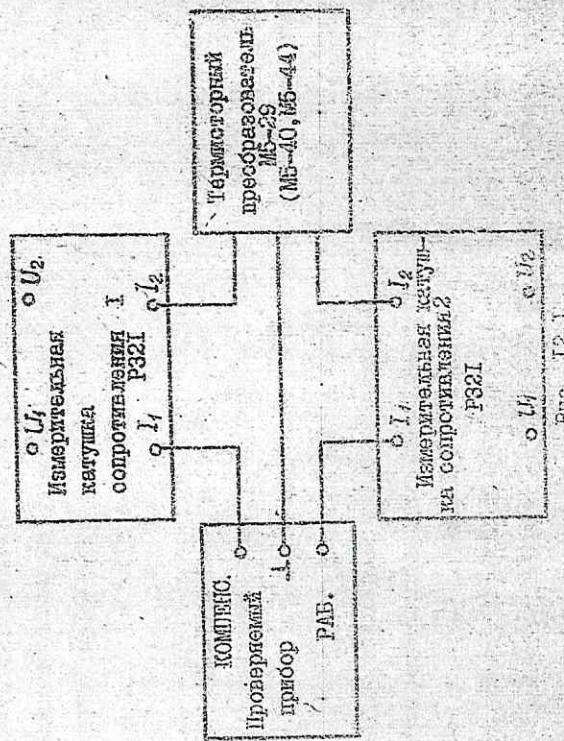

Рис. 12.1
12.3.4.1. Рабочее сопротивление каждого термистора 75, 100, 240, 400 Ом определяется ковенным методом путем измерения напряжения универсальным вольтметром ЦЭ1 между клеммой РАВ проверяемого прибора, его корпусом и клемм измерительной катушки эталонного сопротивления с дальнейшим вычислением величины сопротивления по формуле. Схема соединения приборов приведена на рис. 12.1.
- 1) соедините прибор согласно рис. 12.1;